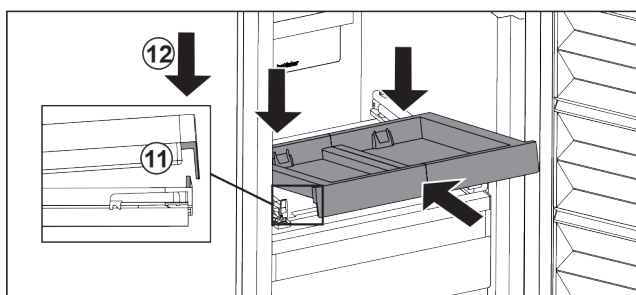

Fig. 127
- ▶ Wsunąć pod skosem. Zwrócić uwagę, aby ogranicznik znajdował się po obu stronach za nakładką. *Fig. 127 (11)*
- ▶ Osadzić wysuwaną półkę z przodu. *Fig. 127 (12)*